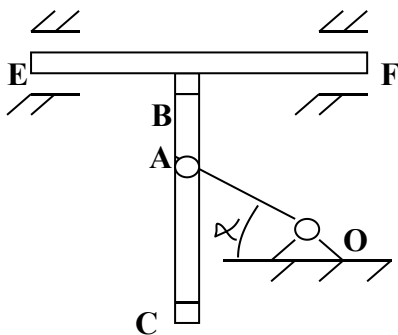

图 9
2. 正弦机构图 9 所示，曲柄 $OA=r$ 以均速角速度 ω 绕轴 O 转动。导槽 BC 与齿条 EF 固连，且相互垂直，齿条 EF 可沿水平导轨左右平动，试求曲柄与水平线夹角为 α 时齿条 EF 的速度。(10 分)